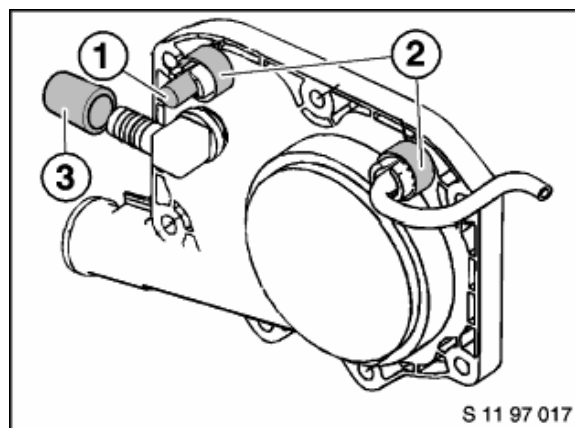

Figure 1: Couvercle de fermeture à l'arrière du collecteur
2. Remplacer l'obturateur (1) du raccord de dépression, et le bloquer à l'aide d'une bague de retenue (2) (Voir figure 1)
3. Bloquer à l'aide d'une bague de retenue (2) le flexible de dépression du régulateur de pression de carburant (voir figure 1)
4. Remplacer l'obturateur (3) au niveau du raccord de dépression (E31 seulement) (voir figure 1)